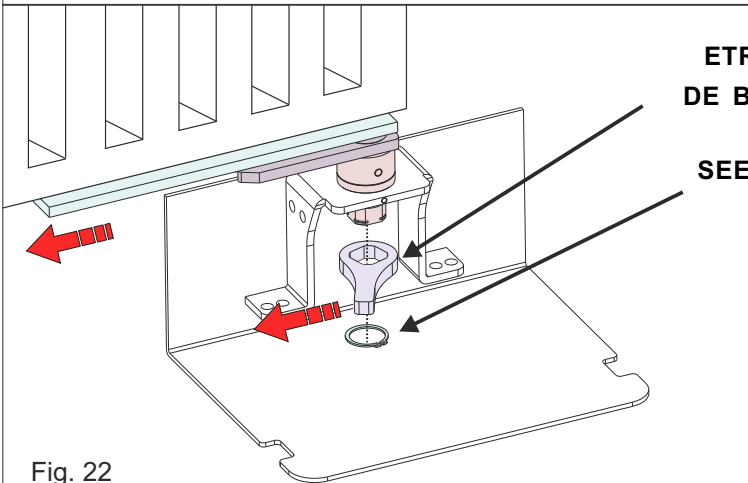
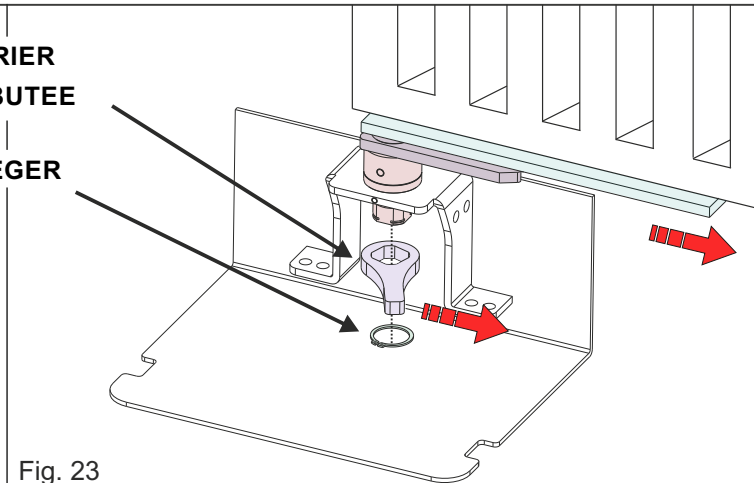

Fig. 22
Fig. 23
6.1. Insérez l'étrier de butée dans la tige, **en faisant attention à l'insérer dans la même direction dans laquelle l'étrier support du vantail est orientée**, puis verrouillez-la avec le seeger (Fig. 22 et Fig. 23)
Pour le montage, référez-vous donc aux instructions du **chapitre 6**, en faisant attention à monter l'étrier de butée et l'aimant dans la direction correcte (**même orientation de l'étrier de support de la porte**). Voir Fig. 22 et Fig 23